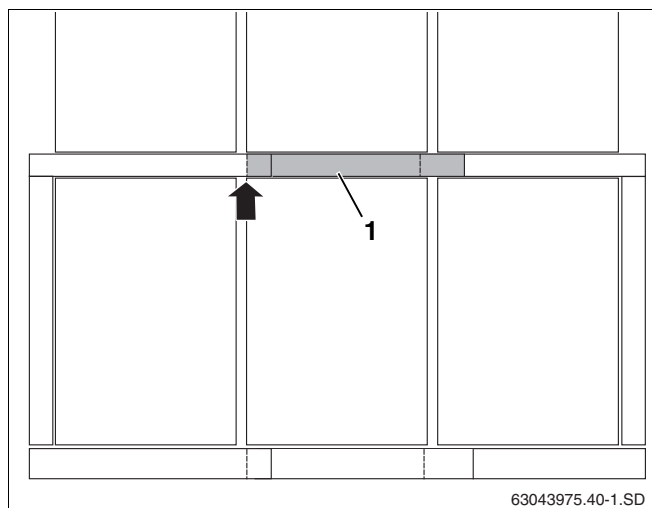

Fig. 53 Posicionamento das chapas de cobertura centrais
No caso de mais de dois colectores, são necessárias chapas de cobertura centrais (fig. 53, **item 1**) entre as filas de colectores. Estas devem ser montadas e alinhadas à esquerda do colector (seta).